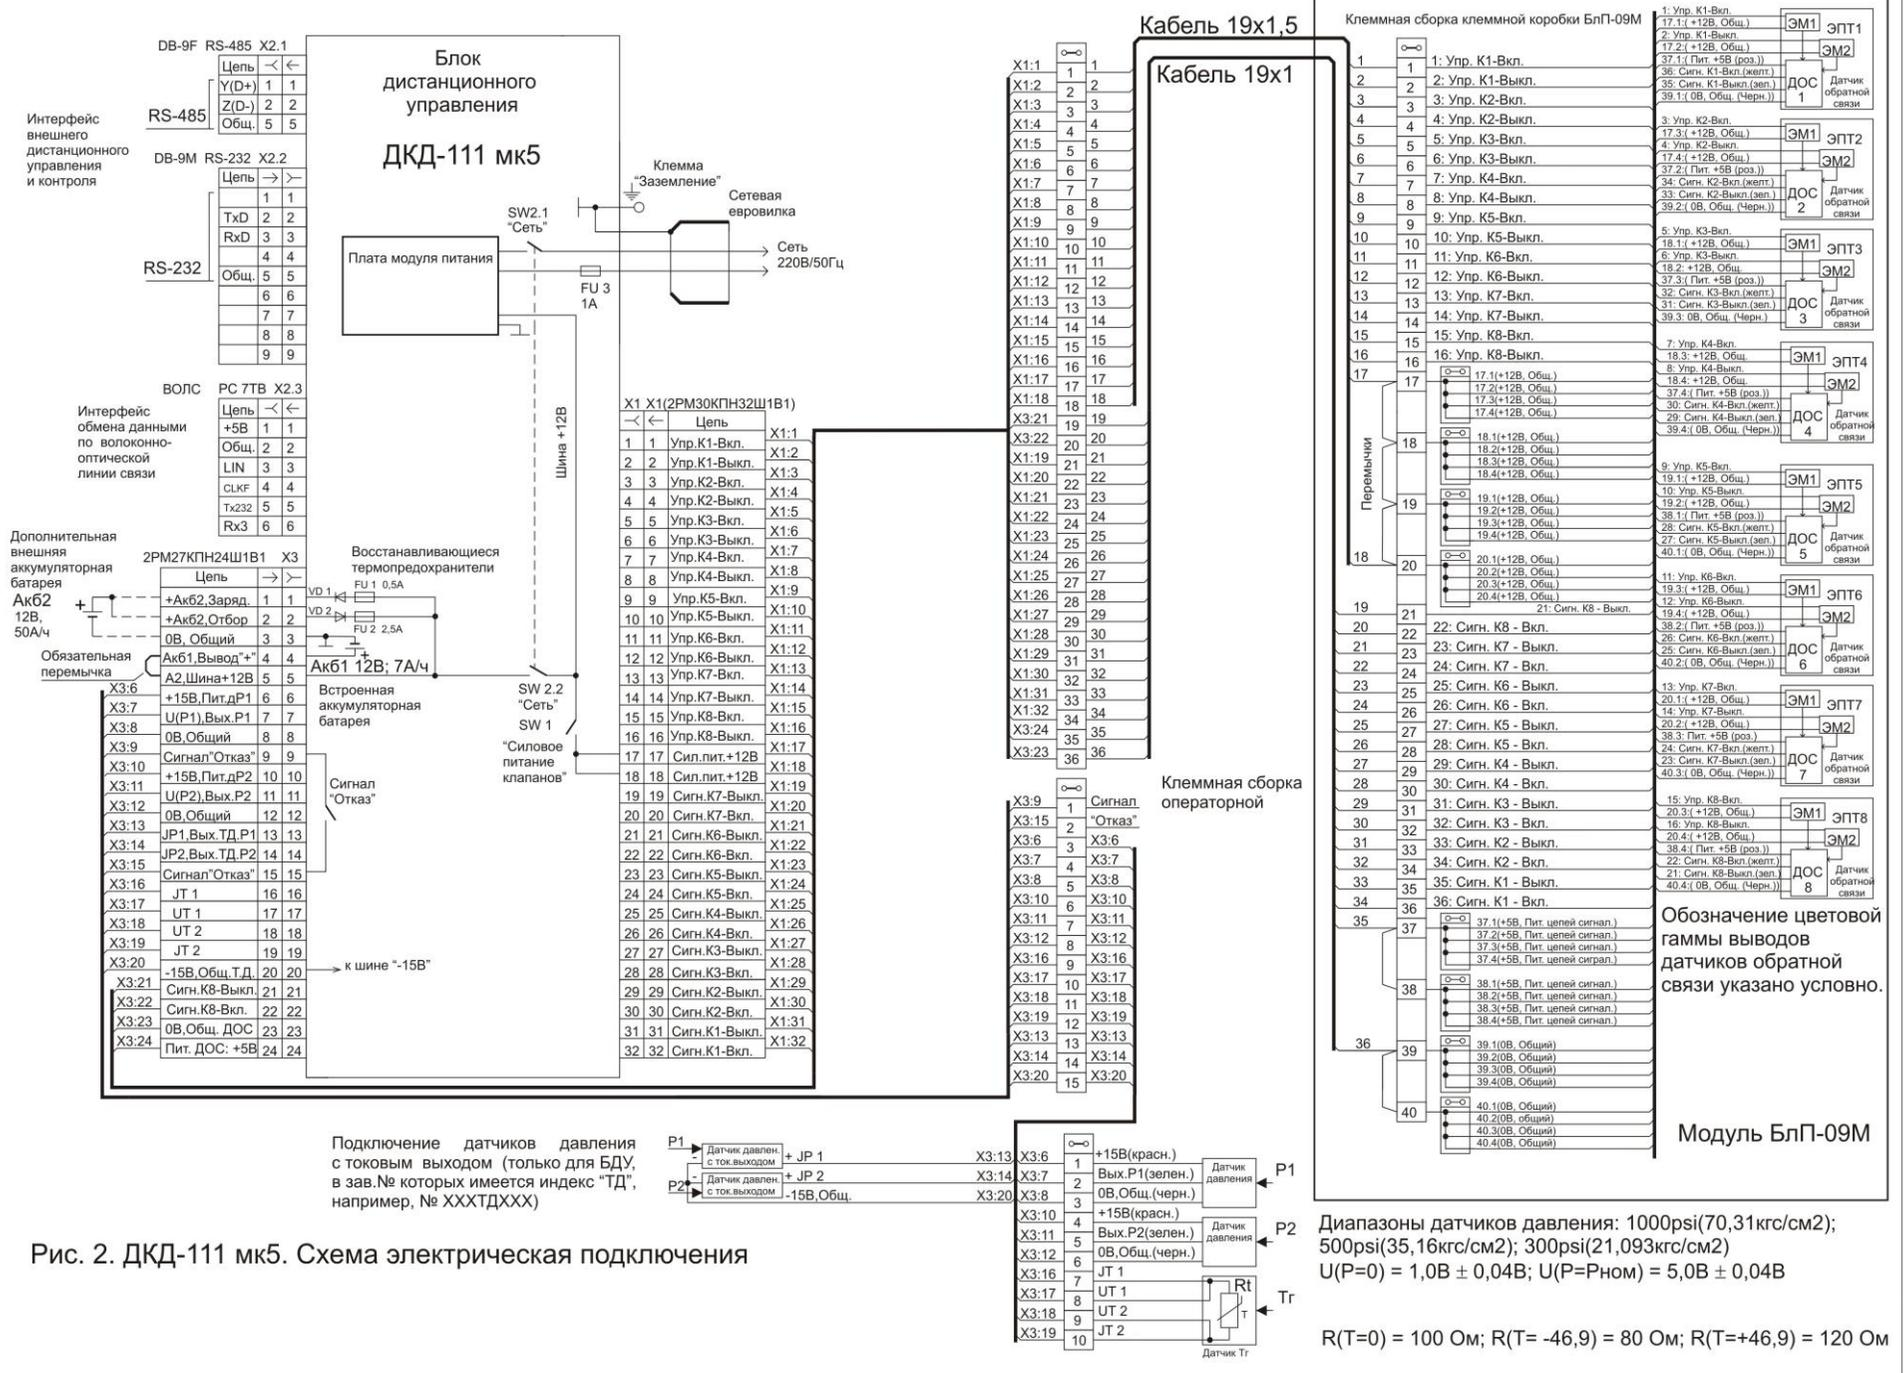

Рис. 2. ДКД-111 mk5. Схема электрическая подключения
- после проведения монтажных работ произвести подсоединение датчиков давления и температуры в соответствии со схемой подключения (рис. 2) и паспортами на датчики.
задней панели, с земляным контуром проводом сечением не менее $0,5 \text{ мм}^2$. Подключение сетевого и резервного питания, а также управляющих и информационных цепей производить строго в соответствии со схемой подключения (рис. 2). Рекомендуется использовать 2 кабеля КВБбШв 19х1,5 для отдельного подключения силовых и сигнальных цепей. В случае применения одного кабеля КВБбШв 37х1,5 необходимо силовые цепи размещать в центральной части кабеля, причем жилы подвода питания +12В общ. располагать в самом центре кабеля, а сигнальные - на периферии кабеля.